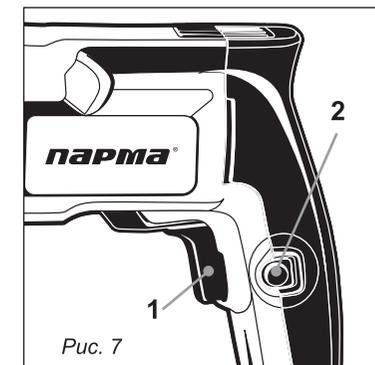

Рис. 7
**6.5. Кнопка фиксации выключателя (рис. 7)**